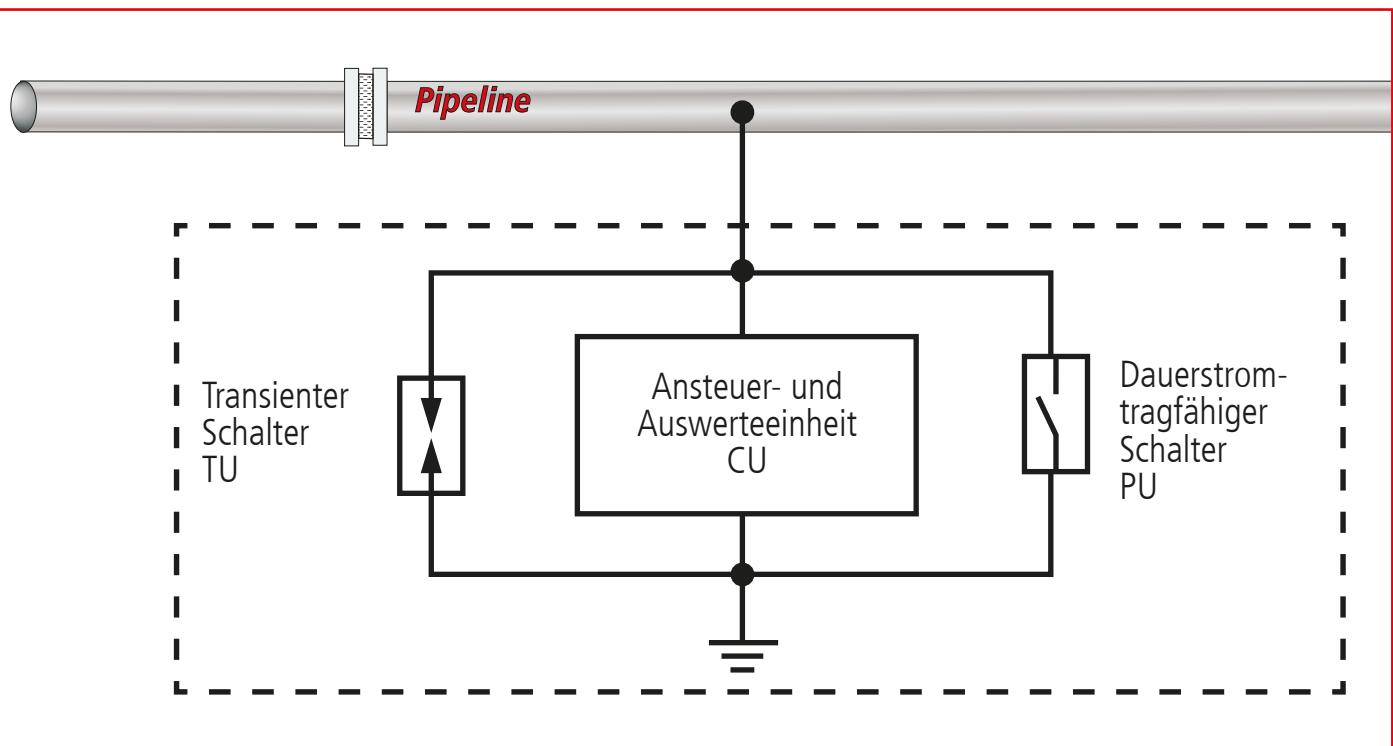
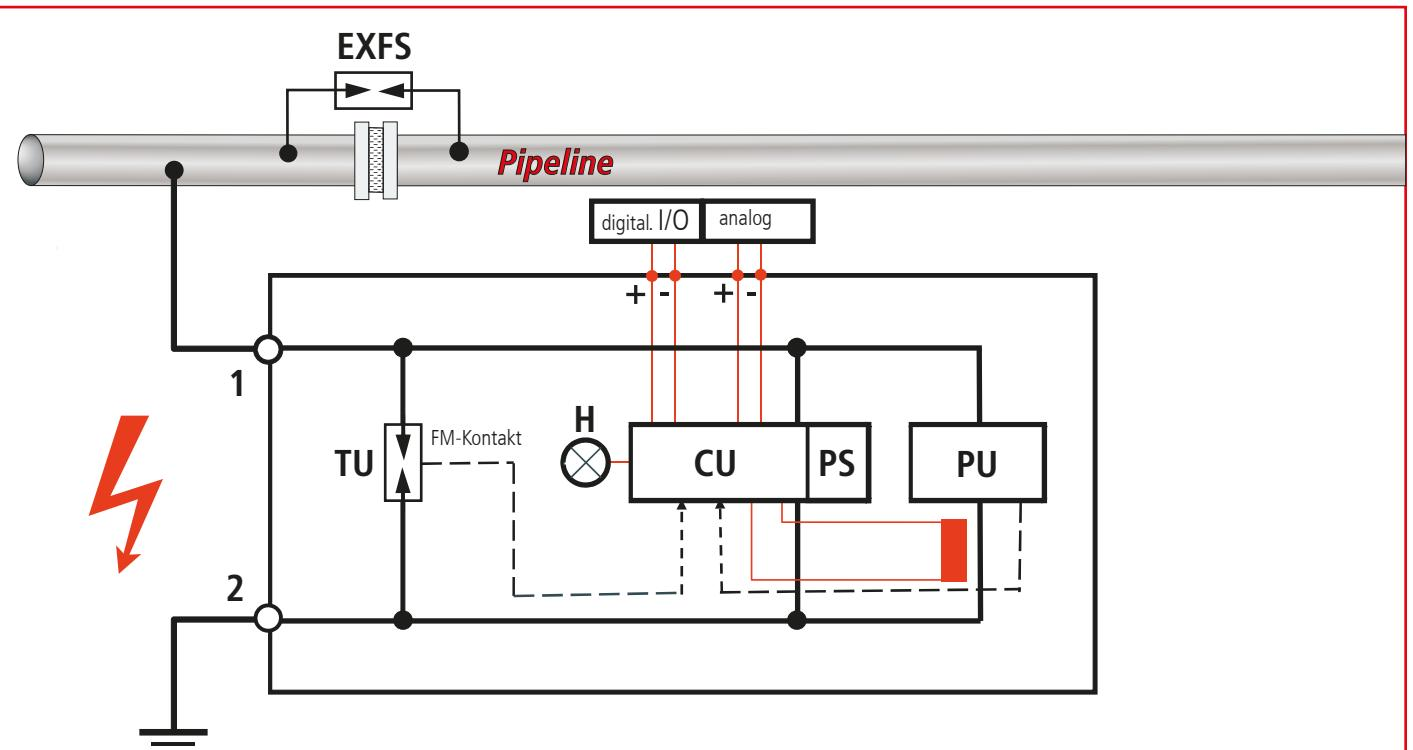

Fig. 2.1 Funktionsgruppen
Fig. 2.2 Funktionseinheiten
Die **Spannungsgesteuerte Abgrenzeinheit** Typ **VCSD - Voltage-controlled smart decoupling device** wird in elektrischen Systemen mit einem hohen Ausbreitungs- und Vernetzungsgrad, die durch Fremdspannungen von unterschiedlichen Störquellen (z.B. Hochspannungssysteme, Bahnstromversorgungs-syteme, Niederspannungssysteme, Blitzbeeinflussung) beeinflusst werden, eingesetzt (siehe auch Fig. 2.1) und Fig. 2.2, Seite 6).
Die Auswertelektronik (CU) wertet verschiedene Sensorsignale aus und koordiniert so das Zusammenspiel der einzelnen Funktionseinheiten (siehe Fig. 2.2).